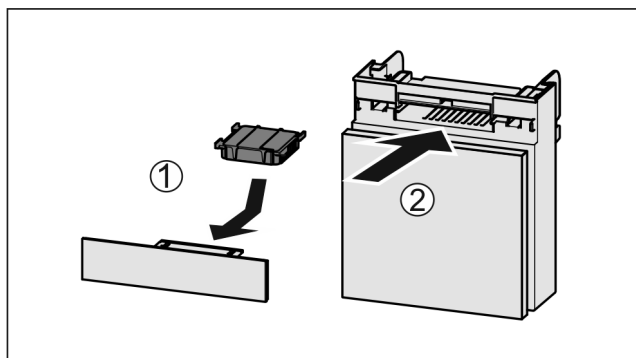

Fig. 40
- ▶ Установите фильтр с активированным углем, как показано на рисунке Fig. 40 (1).
- ▶ Вставьте отделение Fig. 40 (2).